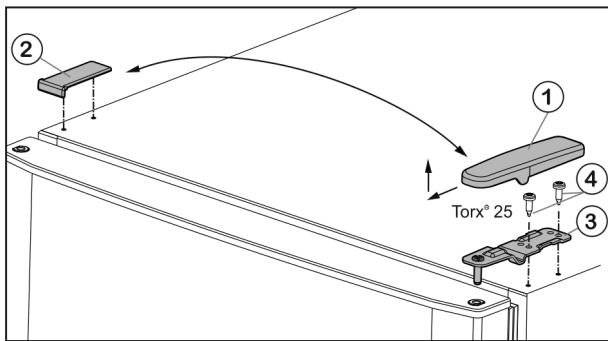

Fig. 5
- Afdekking Fig. 5 (1) naar voren en omhoog wegtrekken.
- Afdekking Fig. 5 (2) verwijderen.
- Bovenste scharnierplaat Fig. 5 (3) losschroeven (2 keer Torx® 25) Fig. 5 (4) en omhoog wegtrekken.
- Bovenste scharnierplaat Fig. 5 (3) op de nieuwe scharnierzijde in de deur plaatsen.
- Bovenste scharnierplaat **vastschroeven (met 4 Nm)**(2 keer Torx® 25) Fig. 5 (4). Eventueel een accuboormachine gebruiken.
- Afdekking Fig. 5 (1) van buitenaf terugplaatsen op de andere zijde en vastklikken.
- Afdekking Fig. 5 (2) telkens van bovenaf terugplaatsen op de andere zijde en vastklikken.